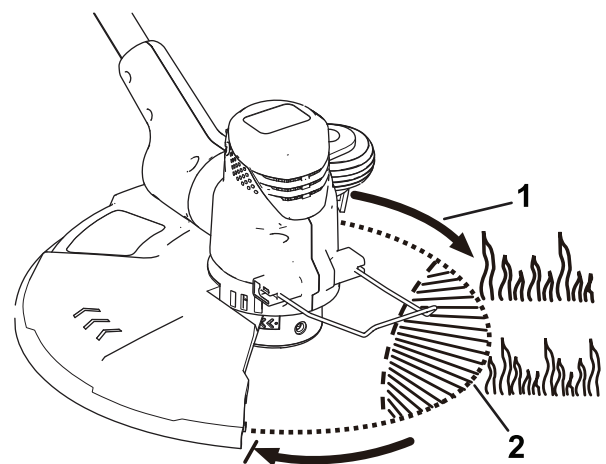

Bild 17
2. Drücken Sie die Nasen an der Seite des Spulenbefestigungsabdeckung zusammen (Bild 17).